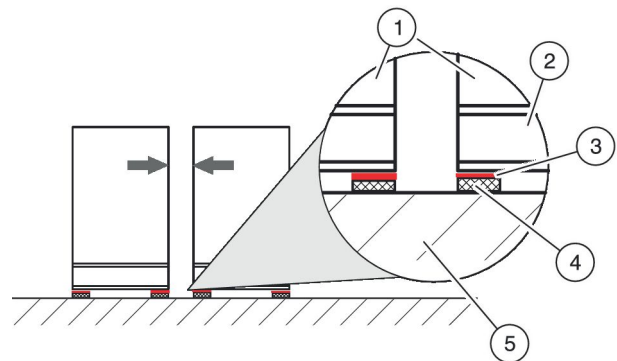

Abb. 15: Geräteverbindung bei schwingungsdämpfender Aufstellung
Die Positionierung der Bauteile (Abb. 15 /1) auf einem Untergrund mit hohem Reibungskoeffizienten (z. B. Kautschuk- oder Elastomerplatten (Abb. 15 /4) wird durch Gleitbleche (Abb. 15 /3) erheblich vereinfacht.
- ▶ Die kundenseitigen Gleitbleche (Abb. 15 /3) unter die Gerätegrundrahmen (Abb. 15 /2) der einzelnen Bauteile (Abb. 15 /1) positionieren.